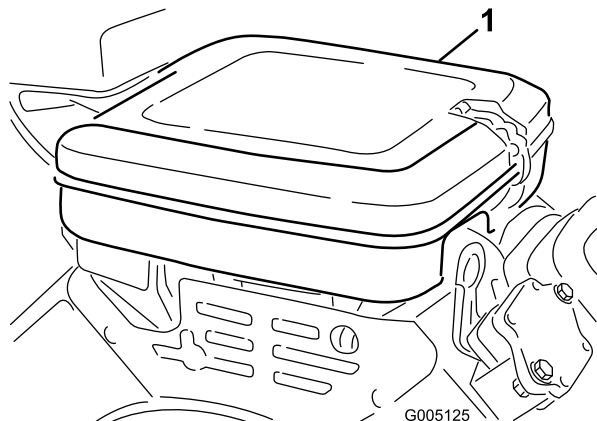

Figura 42
1. Liberte os dispositivos de bloqueio e retire a cobertura do filtro de ar (Figura 42). Limpe bem a cobertura.